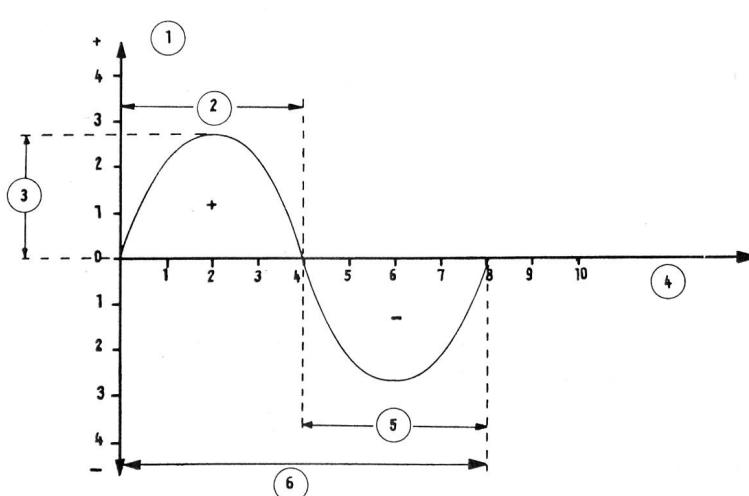

Fig. 99
**Règle:** Un courant alternatif change continuellement de valeur et périodiquement de sens (fig. 99).